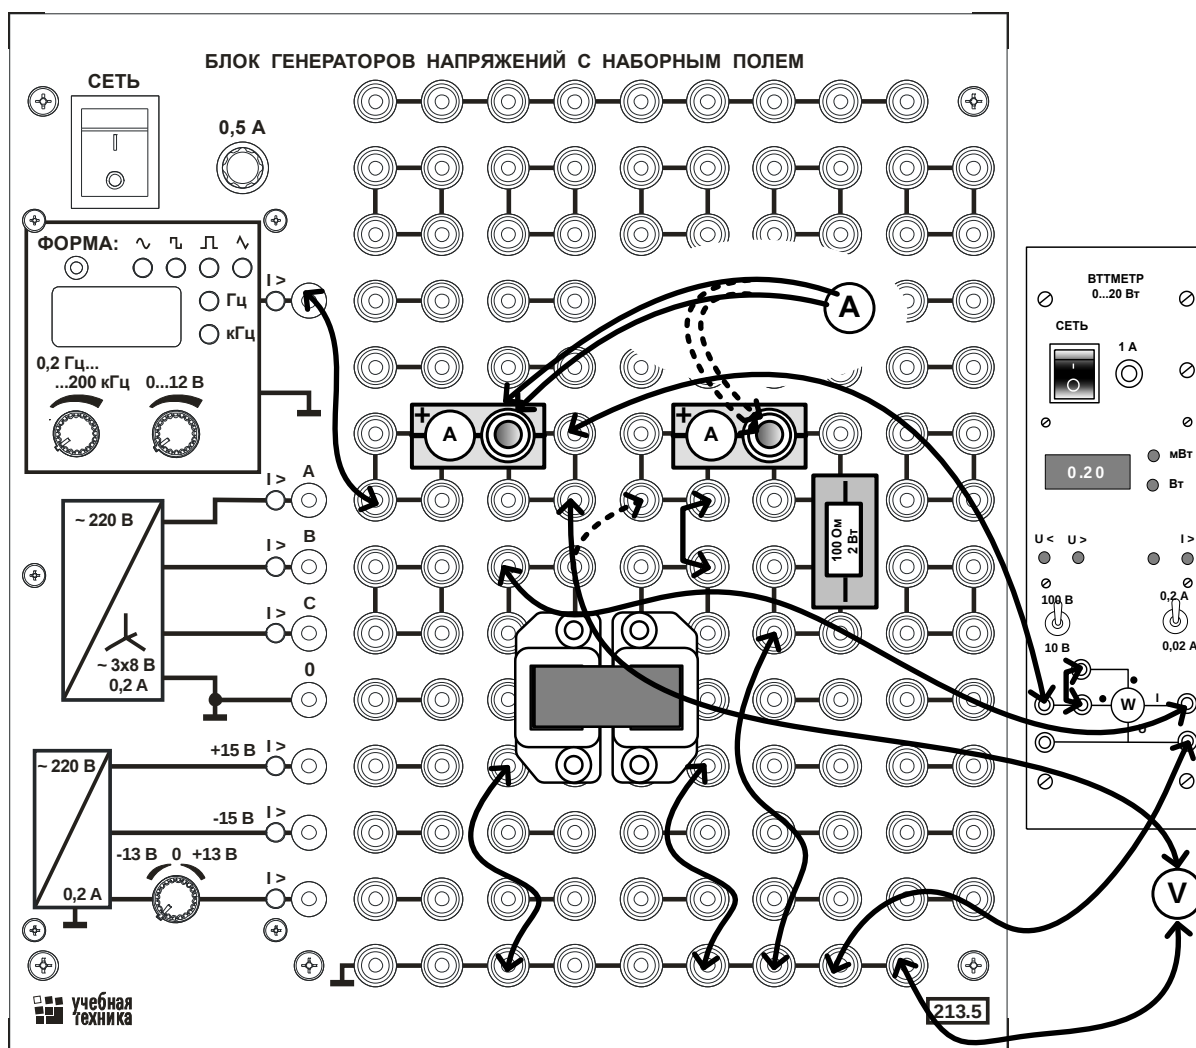

Рис. 8.2. Монтажная схема
- Соберите цепь по монтажной схеме (рис. 8.2). нагрузочный резистор пока не включайте.